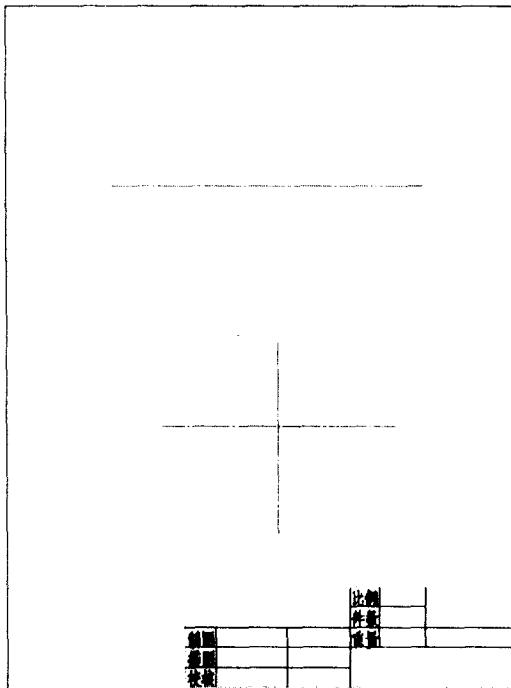

图 3-2
Step 2 图形布局。选择中心线图层（05层），单击／按钮，在图框中作中心线，如图3-2所示。